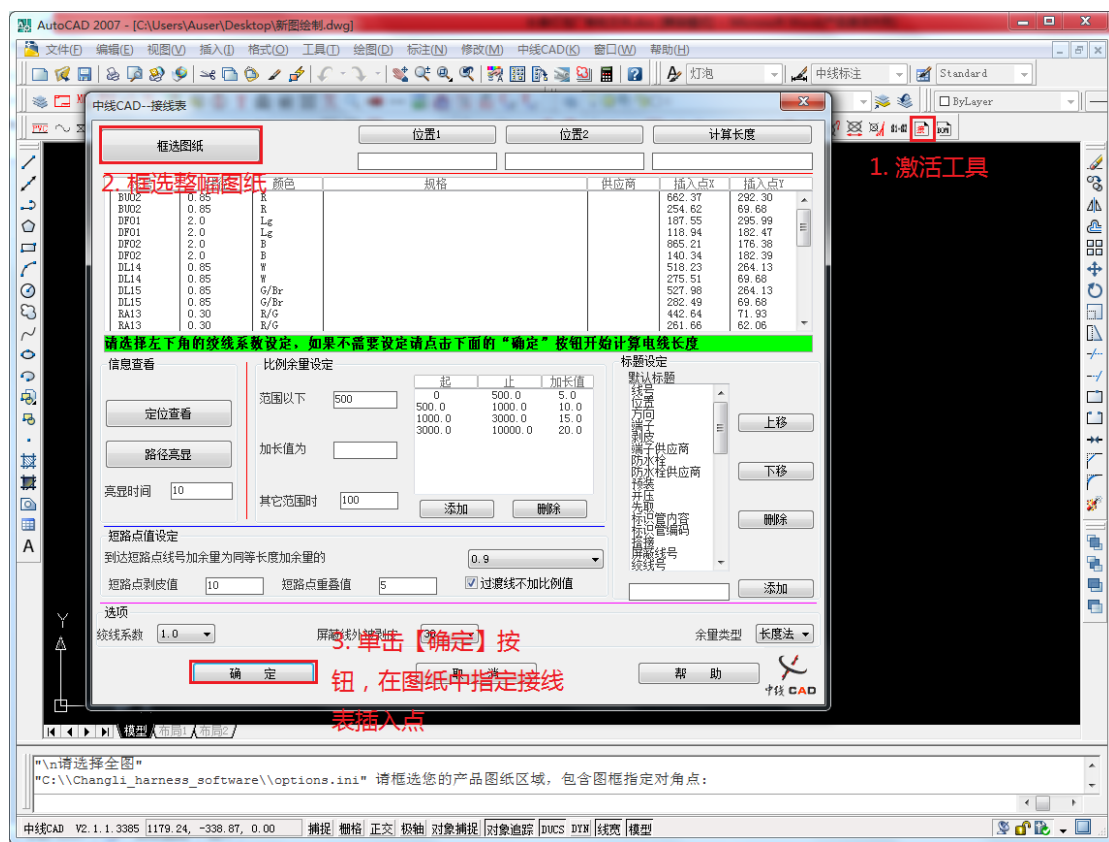

图 1-28
2. 单击【确定】按钮，在图纸中指定表格的插入点，完成导出接线表，如图 1-28 所示。